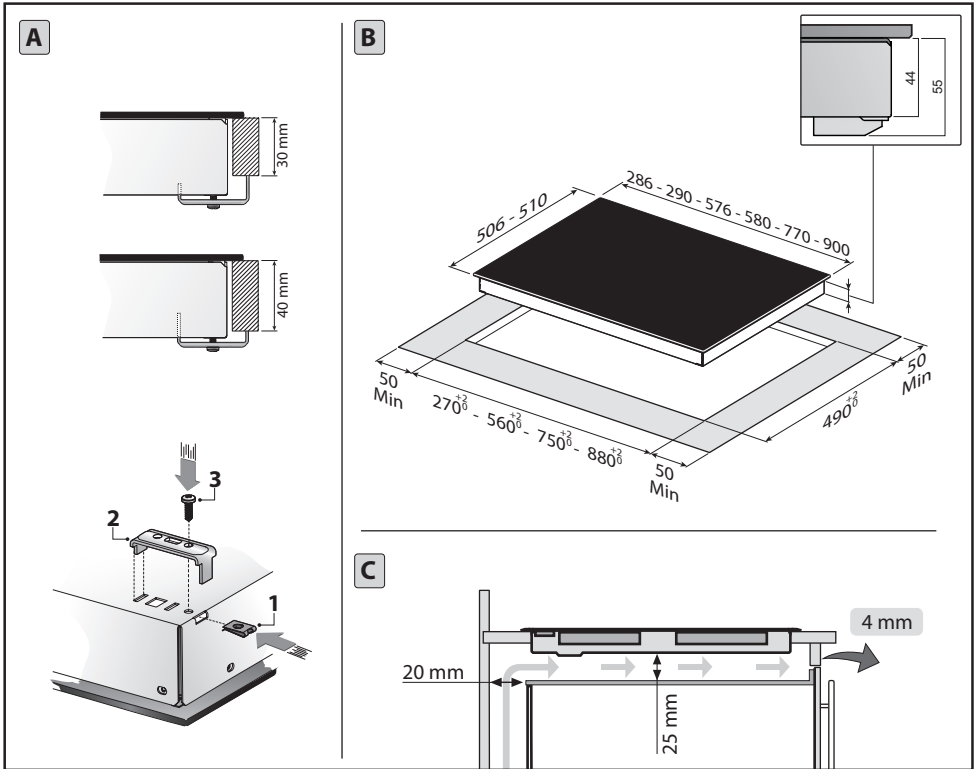

Fig.1
• Posizionamento (Fig.1):
• Aufstellung (Abb.1)